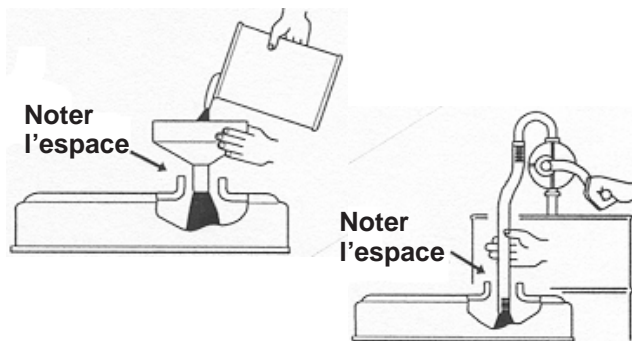

Figure 14
**Important** Lorsque vous faites l'appoint ou le plein d'huile moteur, maintenez un espace entre le dispositif de remplissage et le trou de remplissage d'huile dans le couvre-culasse, comme illustré à la Figure 14. Cet espace est nécessaire pour assurer l'aération pendant le remplissage et empêcher l'huile de déborder dans le reniflard.